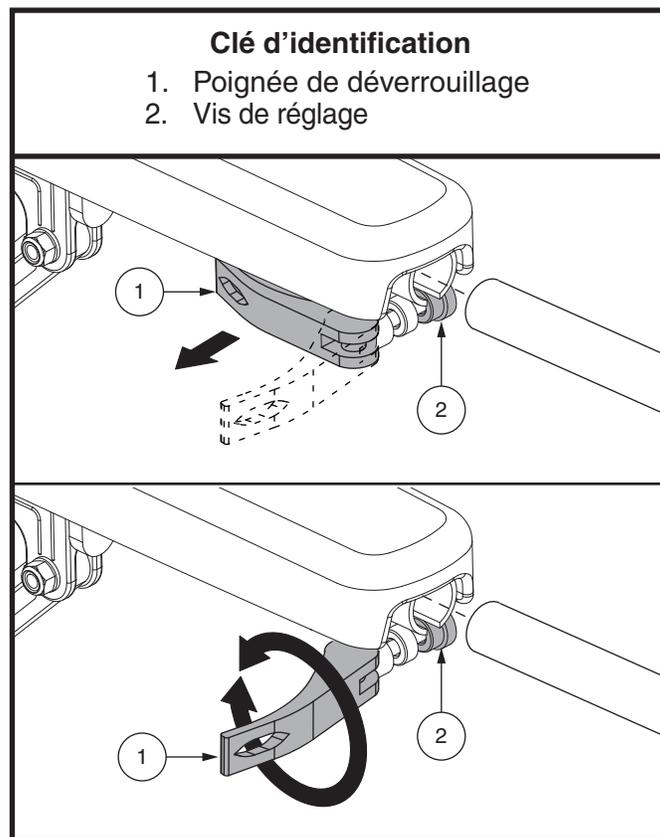
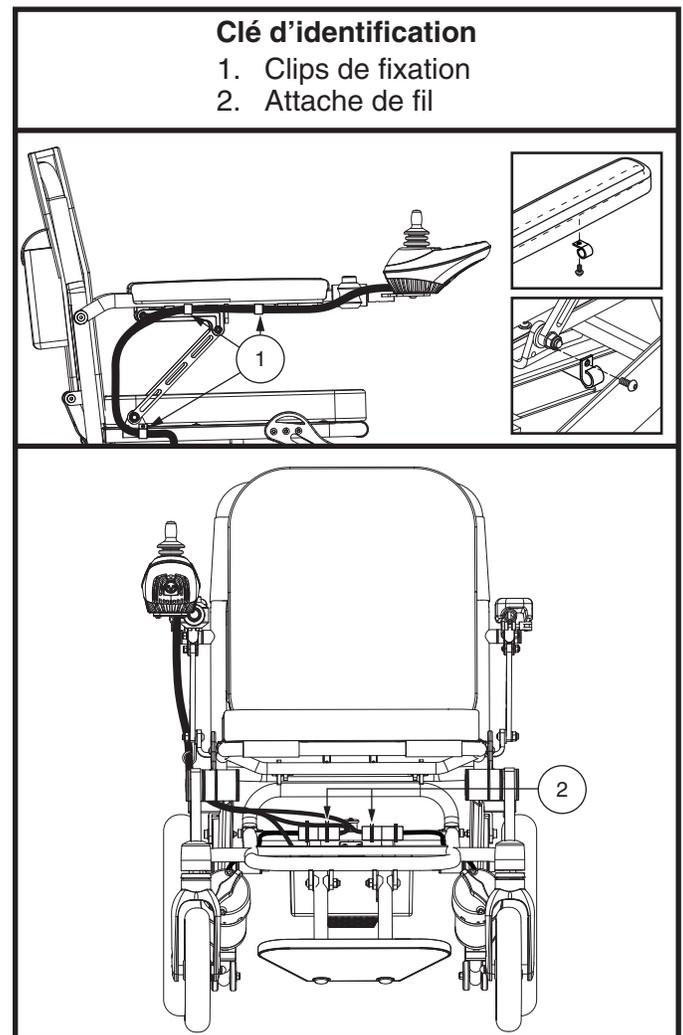

Figure 6. Retrait/installation du composant de l'accoudoir
Figure 10. Position du contrôleur
4. Insérez le contrôleur dans l'accoudoir et serrez la vis de réglage, puis verrouillez la poignée de déverrouillage. **Voir la figure 6.** Accrocher le harnais du contrôleur au clips de fixation. **Voir la figure 10.**
3. Déverrouillez la poignée de déverrouillage et desserrez la vis de réglage, et alors retirez le contrôleur de l'accoudoir. **Voir la figure 6.**
3. Débranchez le faisceau du contrôleur des clips de fixation. Désinstallez les clips de fixation et réinstallez-les de l'autre côté. **Voir la figure 10.**
11. Utilisez des attaches pour attacher le harnais du contrôleur au cadre et accrochez le harnais du contrôleur aux clips de fixation. **Voir la figure 10.** Assurez-vous que l'accoudoir peut se lever et s'abaisser librement sans aucune tension sur le faisceau pour éliminer tout risque de déconnexion.